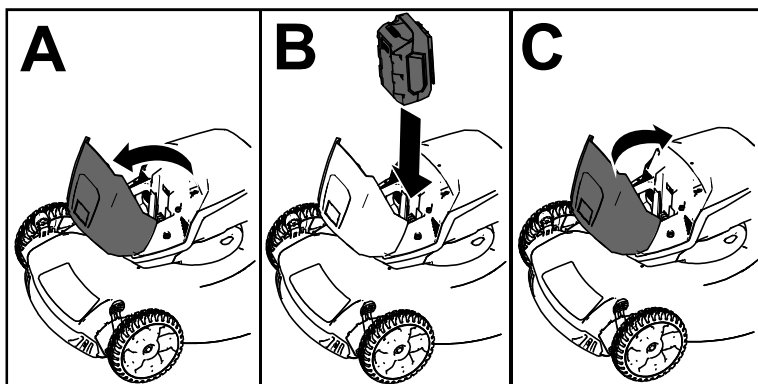

Figura 8
2. Levante la tapa del compartimento de la batería (Figura 8, A).
3. Alinee el hueco de la batería con la lengüeta de la máquina, e introduzca la batería en el compartimento hasta que se enganche en su sitio (Figura 8, B).
4. Cierre la tapa del compartimento de la batería (Figura 8, C).